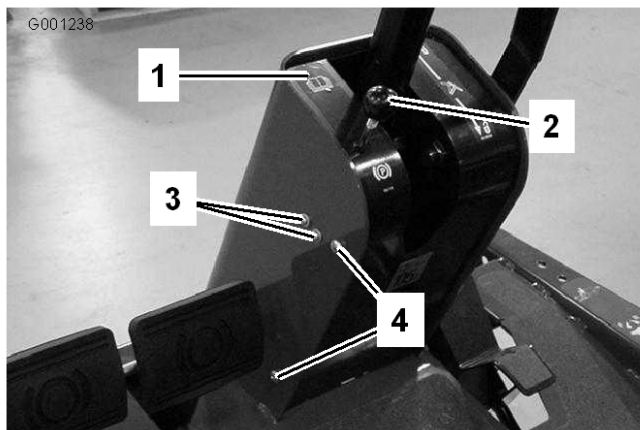

Bild 59
- Nehmen Sie das Handrad von der Feststellbremsstange und die Schrauben von der Abdeckung der Lenksäule (Bild 59).
4. Lösen Sie die Schrauben und Muttern, mit denen der Schalter der Feststellbremse links an der Lenksäule befestigt ist (Bild 59).